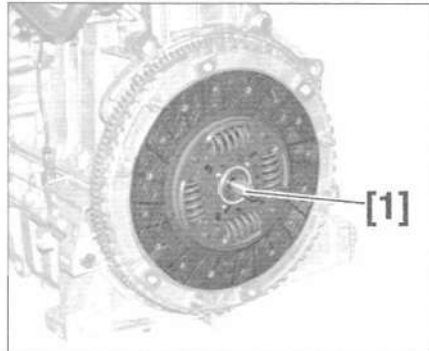

FIG.2
[1]. Mandrin de centrage d'embrayage (référence : 0217-C6Z) (Fig.2).
- Reposer et centrer le disque d'embrayage (3) à l'aide de l'outil [1] (Fig.2).